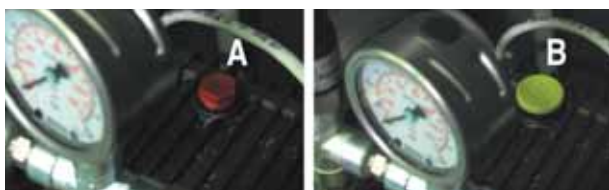

Рис. 2.а
- заменить транспортировочную заглушку (рис. 2.а, А), используемую исключительно для транспортировки, ЗАГЛУШКУ С ВЕНТИЛЯЦИОННЫМ ОТВЕРСТИЕМ (рис. 2.а, В), используемую в нормальном режиме работы;